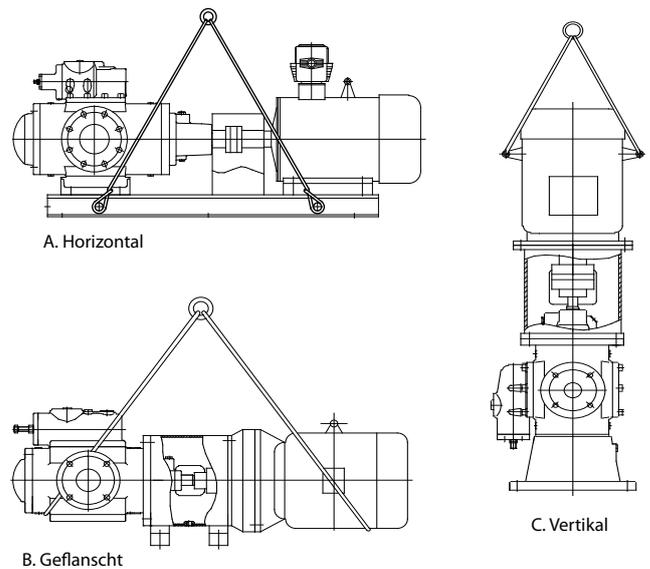

Abbildung 3.2 Anheben der Pumpeneinheit
3. Beim Anheben der Pumpeneinheit (inklusive Motoreinheit) muss die Kette am Haken der Grundplatte befestigt sein. Achten Sie darauf, dass keine Leitungen oder befestigten Zubehörteile beschädigt werden. Siehe Abbildung 3.2 zur Referenz.